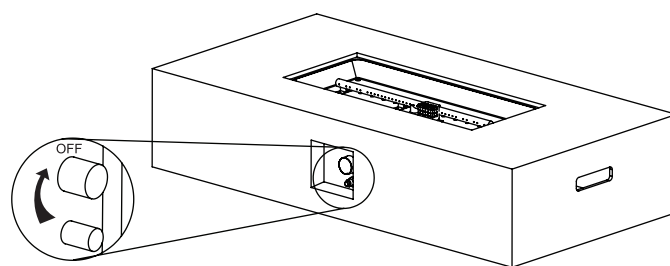

Figure 2
2. Assurez-vous que le bouton de commande du gaz est en position "OFF" avant de continuer (voir Figure 2).